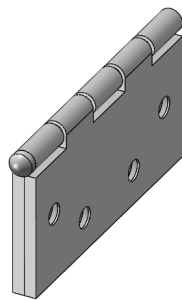

图 7-70 合叶装配体
- [5] 单击【确定】按钮, 合叶装配体完成碰撞检查, 合叶装配体如图 7-70 所示。